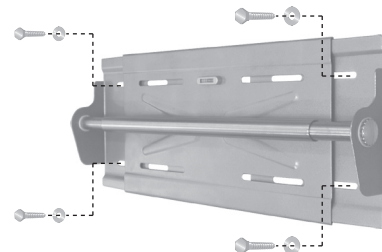

Fig. 2 - Fije la placa de pared a la pared.
- Con la ayuda de otra persona, vuelva a colocar la placa de pared y nivélela con el nivel de burbuja. Fije la placa a la pared utilizando los Pernos de fijación (Q) y las Arandelas para pernos de fijación (R) suministrados (Fig. 2).